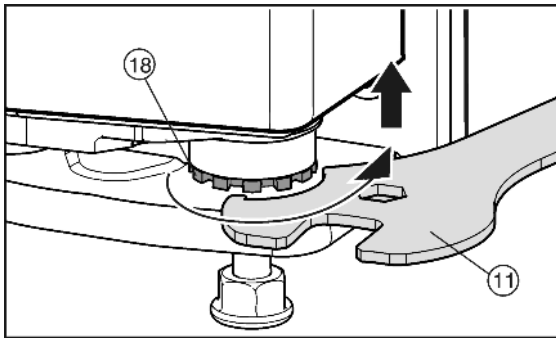

Fig. 13
- Pour soulever la porte, dévisser le pivot d'arrêt vers la droite Fig. 13 (18) avec la clé à fourche Fig. 13 (11) jointe. A la livraison, le pivot d'arrêt est complètement vissé.